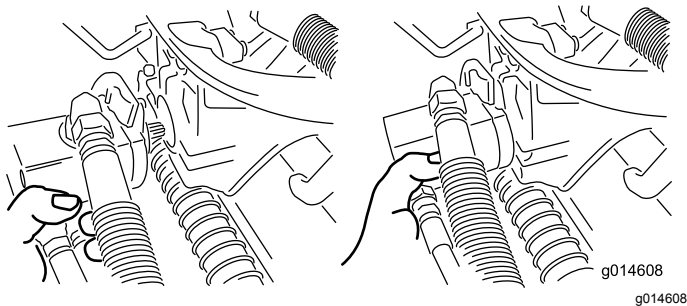

Figura 48
3. Mueva el motor al lugar de almacenamiento en la parte delantera del brazo de suspensión (Figura 48).